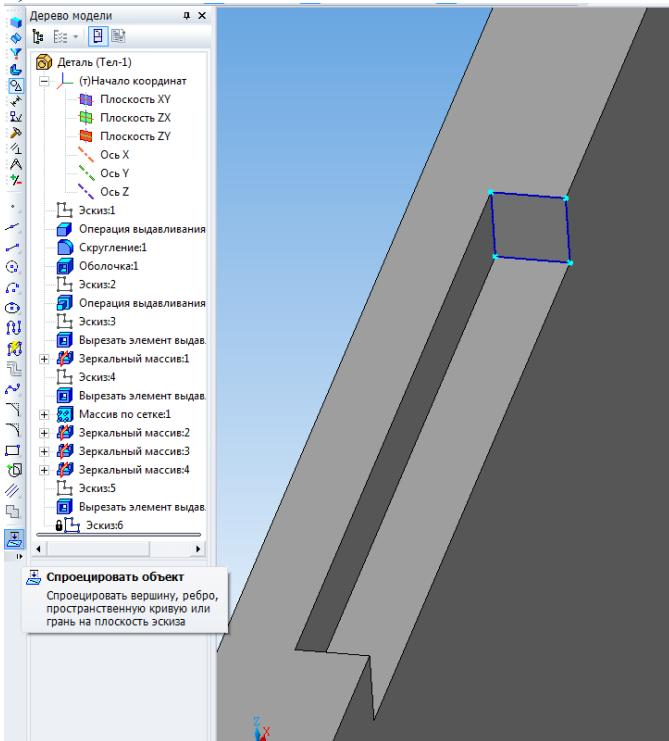

Рис. 3.2. Получение эскиза для сечения
3. Кликнуть на торец получившейся выемки и с помощью кнопки **Спроектировать**  получить эскиз, которым впоследствии будет выполняться кинематическая операция (рис. 3.2)